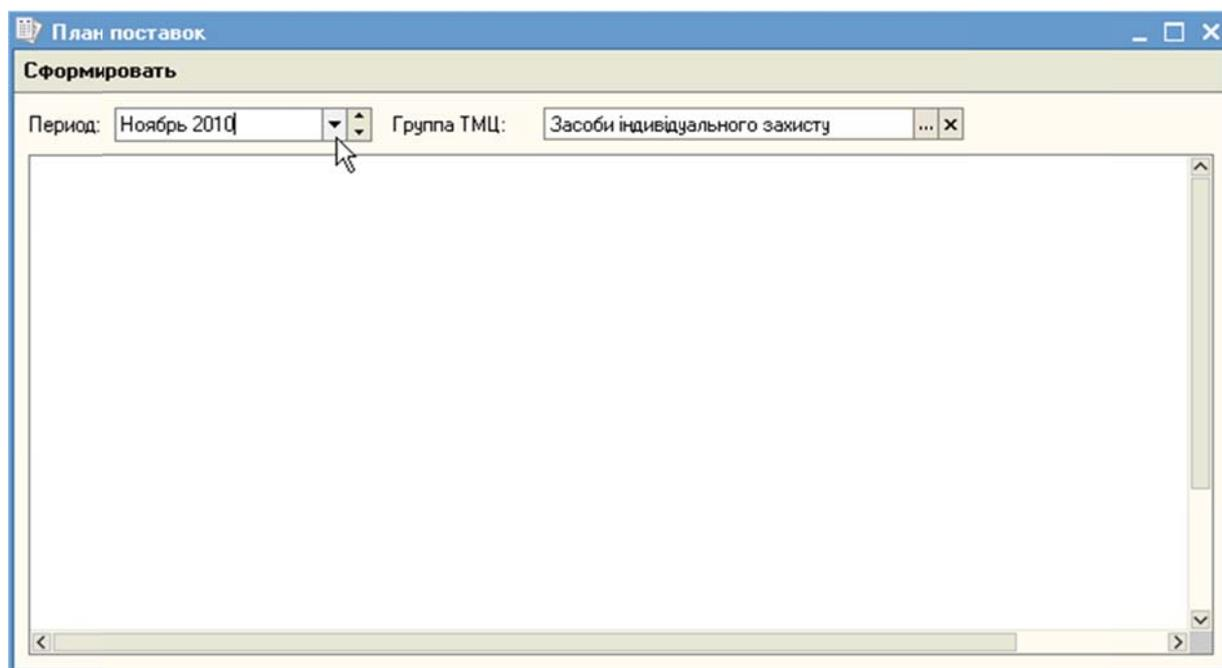

Рисунок 193 – Отчет «План поставок»
1. Открыть отчет «План поставок» (Рисунок 193), используя главное меню программного комплекса (Планирование -> План поставок).